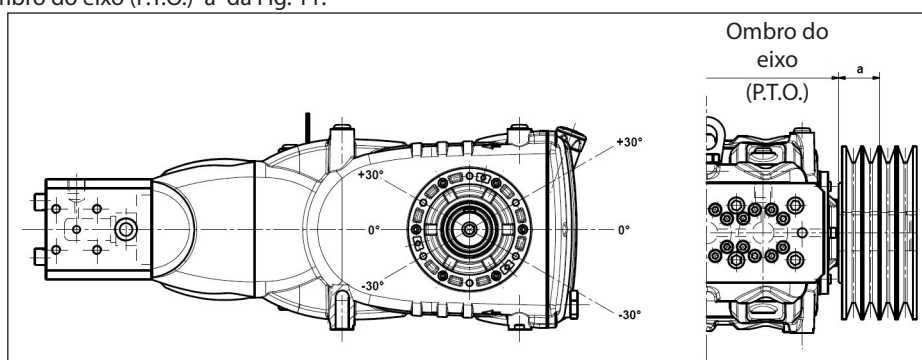

Fig. 11
A carga radial sobre o eixo não deve ser superior a 7500 N (valor necessário para a definição do layout). A transmissão é considerada adequada, se tal carga é aplicada a uma distância máxima de $a=40$ mm do ombro do eixo (P.T.O) conforme indicado na Fig. 11.
- b) Use correias de alto rendimento - por exemplo **XPB** ao invés de **SPB** - pois resultará necessário uma quantidade inferior de correias com a mesma potência transmitida e uma consequente distância inferior do resultante em relação ao ombro do eixo (P.T.O.) "a" da Fig. 11.
- e) Siga a direção da tensão da correia, conforme indicado na Fig. 11 para exigências diferentes, contate o **Departamento Técnico** ou o **Serviço de Assistência Técnica**.